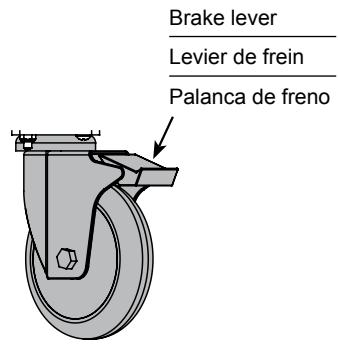

**Figure 8**
1. To rotate, loosen the JC bolt slightly with a 4mm hex wrench. **Figure 8.**
1. Desserrez un peu le boulon JC avec une clé hexagonale de 4 mm. **Figure 8.**
1. Para darle vuelta, afloje el perno JC ligeramente con una llave inglesa hexagonal de 4 mm. **Ilustración 8.**